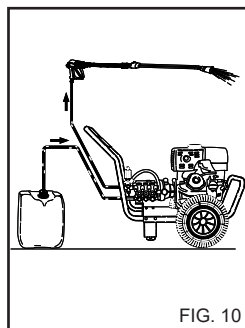

FIG. 10
1) Spoel na gebruik met reinigingsmiddel, het aanzuigcircuit; steek de aanzuigslang (fig. 10) van reinigingsmiddel in een reservoir met schoon water en laat de pomp 1 minuut werken met het doseerkraantje volledig open en de lans in afgiftestand.
4) Spoel na gebruik met reinigingsmiddel, het aanzuigcircuit; steek de aanzuigslang (fig. 10) van reinigingsmiddel in een reservoir met schoon water en laat de pomp 1 minuut werken, en met de lans in afgiftestand van reinigingsmiddel.